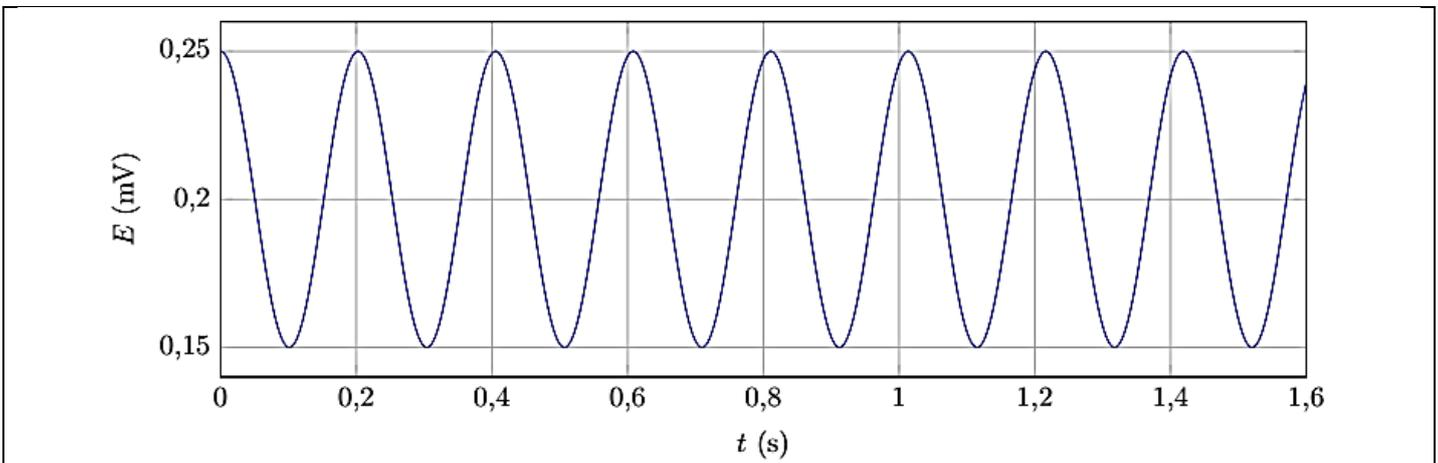
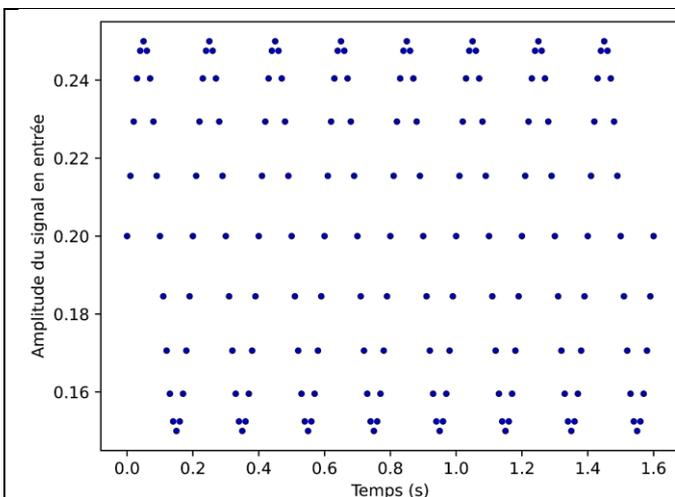

Figure 11
Figure 13. Représentation temporelle
Différents phénomènes externes provoquent une perturbation électromagnétique du signal E . A un pH donné, l'évolution de E en fonction du temps t est représentée en Figure 11.
35) Représenter la décomposition spectrale du signal de la Figure 11.
41) En s'appuyant sur le Figure 11, proposer une fréquence d'échantillonnage f_e adaptée à la numérisation de E .
Le document 3 nous donne un code pour générer le même signal que celui en Figure 11. On obtient alors les représentations temporelles et spectrales des Figures 13 et 14.